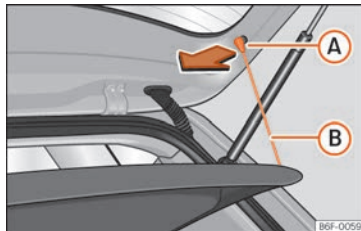

Abb. 125 Im Gepäckraum: Gepäckraumabdeckung aus- und einbauen.
- Hängen Sie die Haltebänder »» Abb. 125 **B** aus den Aufnahmen **A** aus.
- Hängen Sie die Haltebänder »» **Abb. 125** **B** an der Heckklappe ein.